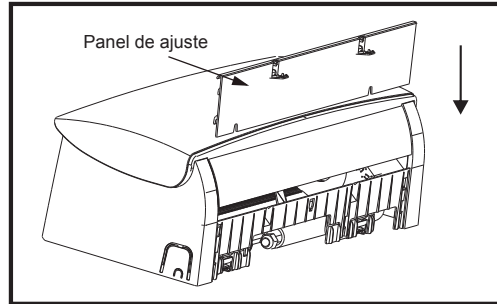

Fig. 20
8) Instale el panel de ajuste en la unidad interna como se muestra en la Fig. 20. Luego, instale los tornillos y cierre el cobertor.